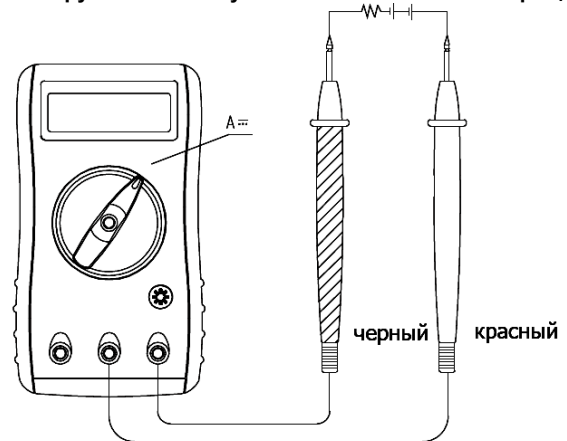

Рис. 4
**С. Измерение постоянного тока (рис.4)****⚠ Предупреждение**